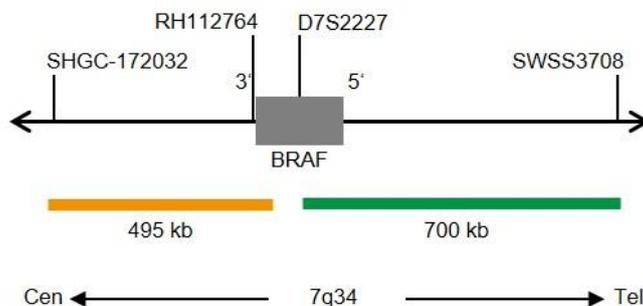

Fig. 1: SPEC BRAF Mapa da sonda (sem escala)
- Polinucleótidos (~10 ng/μl) com marcação ZyGreen (excitação 503 nm/emissão 528 nm), dirigidos ao mapeamento de sequências alvo em 7q34* (chr7:140,535,100-141,233,856) distais ao ponto de quebra do gene BRAF (ver Fig. 1).
- Polinucleótidos (~4.5 ng/μl) com marcação ZyOrange (excitação 547 nm/emissão 572 nm), dirigidos ao mapeamento de sequências alvo em 7q34* (chr7:139,972,721-140,469,362) proximais ao ponto de quebra do gene BRAF (ver Fig. 1).